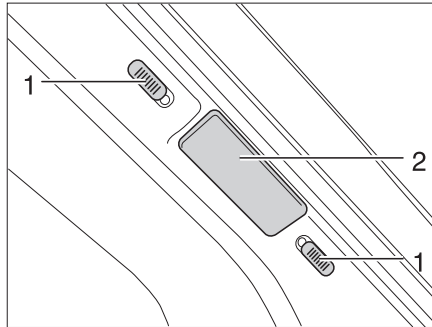
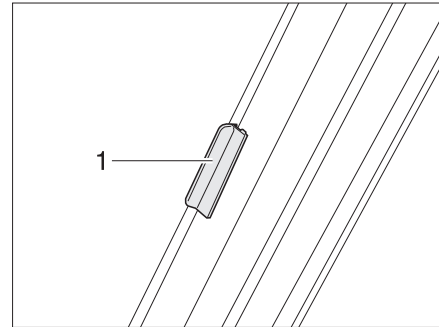

Bild 25 Lås plisségardin vindruta
Bild 26 Lås plisségardin vindruta
- Skjut de två hälfterna av plisségardinen för vindrutan utåt så långt det går, ta tag i handtaget (Bild 25,2 och Bild 26,1).
- Skjut upp resp. ned låsknapparna (Bild 25,1). Låset är öppet när den röda punkten syns.